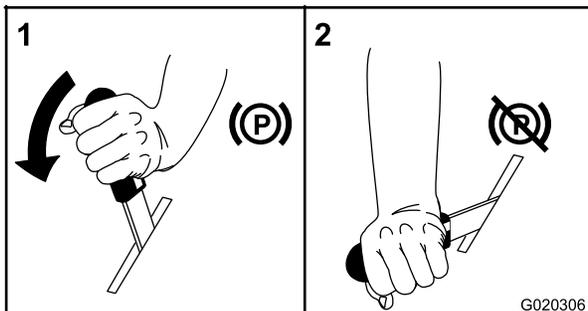

Figure 15
3. Serrez le frein de stationnement (Figure 15); voir Serrage du frein de stationnement.